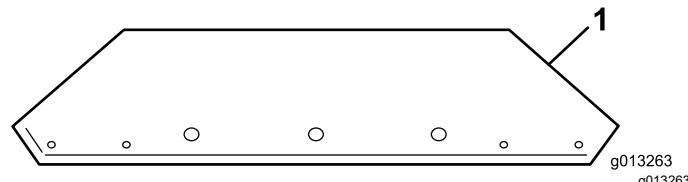
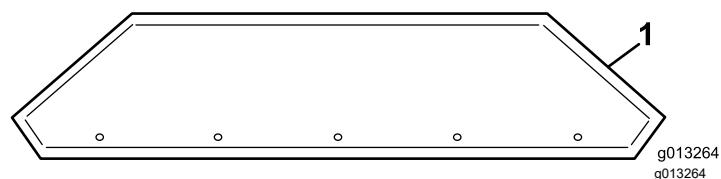

Figura 13
Figura 14
- Retire as extensões da tremonha da caixa e identifique a parte da frente e de trás (Figura 13 e Figura 14).